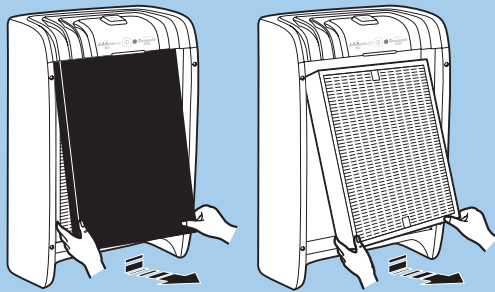

Fig. 14
- 2 Pull out the Carbon Filter and HEPA Filter by grasping the tabs located on the top of the HEPA Filter (Fig. 14).
- 2 Extraire le filtre au charbon et le filtre HEPA en saisissant les onglets situés sur le haut du filtre HEPA (Fig.14).
- 2 Saque el filtro de carbón y el filtro HEPA sujetando las lengüetas localizadas en la parte superior del filtro HEPA (Fig. 14).